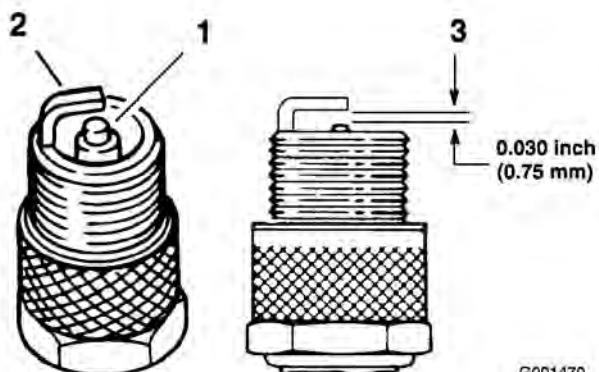

Figura 36
- Controllate il centro delle candele (Figura 36). Se l'isolatore è marrone chiaro o grigio, il motore funziona correttamente. Una patina nera sull'isolatore significa in genere che il filtro dell'aria è sporco.
- Controllate la distanza tra gli elettrodi centrale e laterale (Figura 36). Se la distanza non è esatta, piegate l'elettrodo laterale (Figura 36).